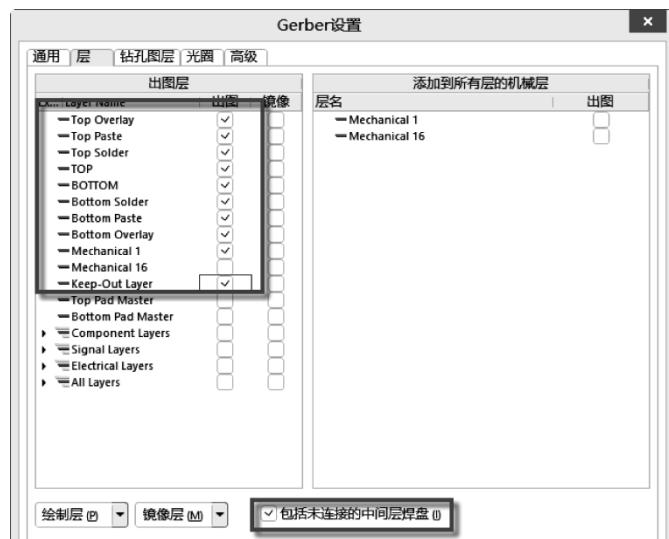

图 13-60 层的输出选择
(2) 层：在“绘制层”下拉列表中选择“所使用的”选项，表示用到的层都进行选择，需要检查一下，不要丢掉层，不需要的层可以取消勾选；在“镜像层”下拉列表中选择“全部去掉”选项，表示全部关闭；层的输出选择如图 13-60 所示。